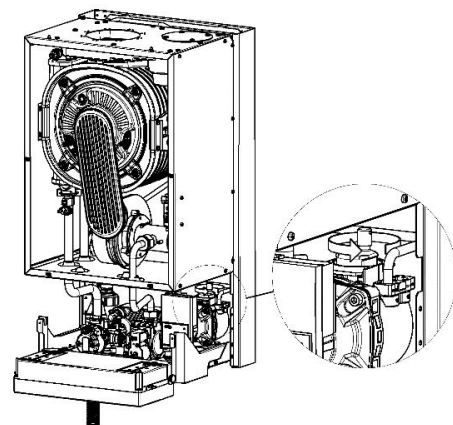

图 3
7. 松开水泵自动排气口上的塑料帽。 为了防止压力传感器浸水，请将塑料帽的出水口指向右侧（图3）。